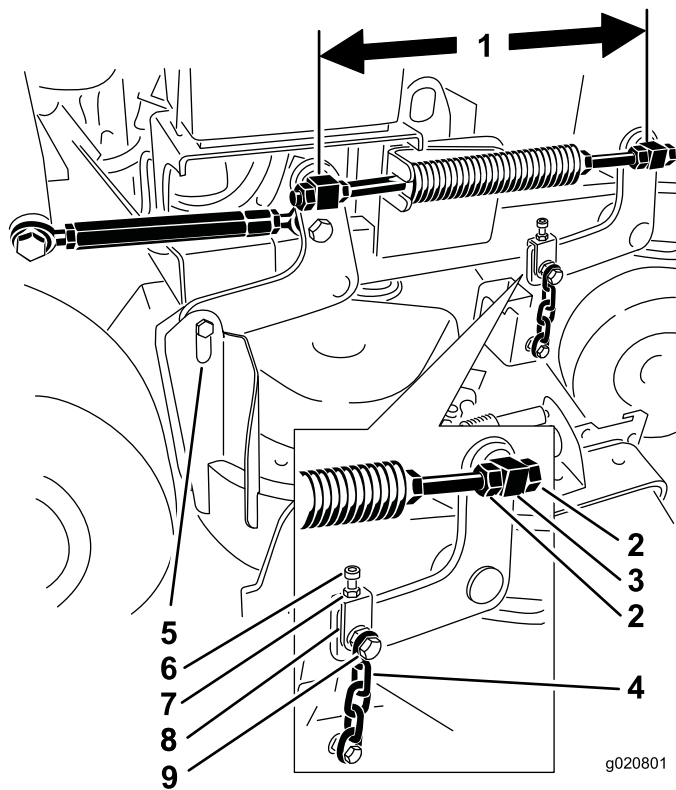

Figure 82
6. Mesurez la distance entre les centres des pivots (entraxe) sur chaque tige filetée (Figure 82).
11. Si un réglage est nécessaire, desserrez le boulon de chaîne supérieur (Figure 82).
5. Desserrez les boulons de chaîne supérieurs (Figure 82).